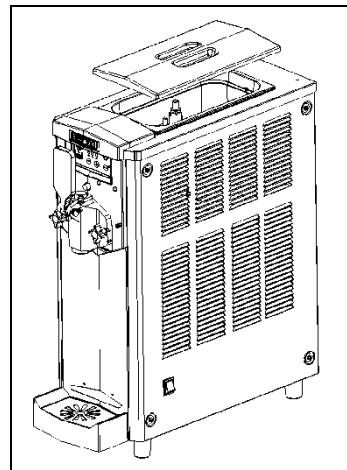

Fig. 36
- Vuelva a colocar la tapa sobre el recipiente, inserte el enchufe y active el interruptor general A (fig.36).